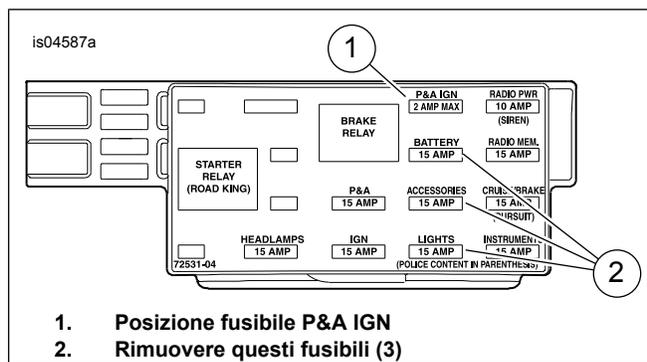

Figura 14. Cavità del fusibile P&A IGN (modelli Touring dal 2004 al 2007)
- TUTTI i modelli:** vedere Figura 14. Individuare la cavità del fusibile contrassegnata con "P&A IGN", "2 A MAX" (1). Una barra di distribuzione dovrebbe alimentare un lato di questo circuito, ma non ci dovrebbe essere nessun filo o fusibile corrispondente. Estrarre i tre fusibili (2) attualmente installati in questa fila, prendendo nota della loro posizione.